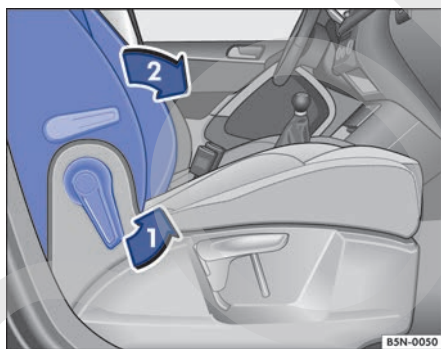

Fig. 72 Abatir el respaldo del asiento del acompañante hacia delante.
- Desbloquee el respaldo del asiento del acompañante en el sentido de la flecha → fig. 72 ①.
- Abata el respaldo del asiento del acompañante hacia delante, en el sentido de la flecha → fig. 72 ②, hasta que quede en posición horizontal.
- Para levantar el respaldo del asiento del acompañante, desbloquéelo de nuevo → fig. 72 ①.